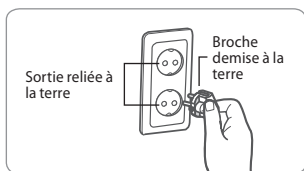

Figure 1
- Si vous avez des doutes sur la mise à la terre ou si vous ne savez pas si l'appareil est correctement relié à la terre, contactez un électricien ou un technicien qualifié. Cet appareil doit être utilisé avec une alimentation nominale de et une prise reliée à la terre comme illustrée sur la figure 1.